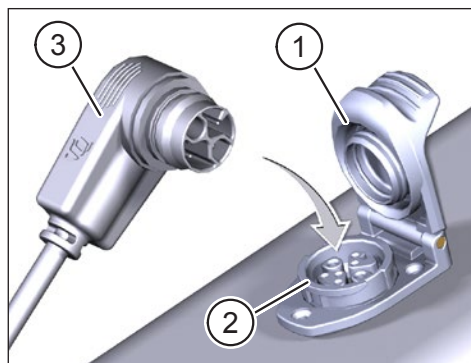

Fig. 2: Chargement de la Battery intégrée
- ▶ Soulevez le couvercle (élément 1 Fig. 2) du port de chargement (élément 2 Fig. 2) dans le cadre du vélo.
- ▶ Oriente la fiche du Charger (élément. 3 Fig. 2) de manière à ce que les codes de la fiche et du port de chargement coïncident (voir Fig. 2).